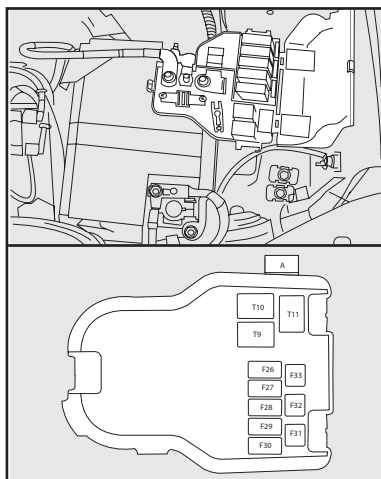
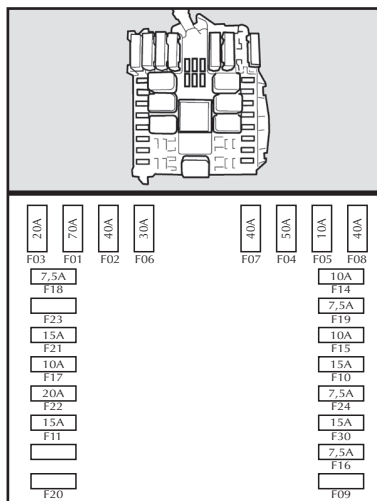

fig. 18
fig. 20
Os fusíveis do Fiat Palio estão colocados em centrais localizadas, respectivamente, debaixo do painel de instrumentos, à esquerda do volante **fig. 17** (versões 1.0 e 1.4) ou **fig. 19** (versões 1.6 e 1.8); no vão motor, ao lado da bateria **fig. 20** (versões 1.6 e 1.8) e sobre o pólo positivo da bateria **fig. 18** (versões 1.0 e 1.4).
Para a identificação do fusível de proteção, consultar as tabelas seguintes, fazendo referência às ilustrações **fig. 17**, **fig. 18**, **fig. 19** e **fig. 20**.
- fig. 18
Central ao lado da bateria - fig. 20